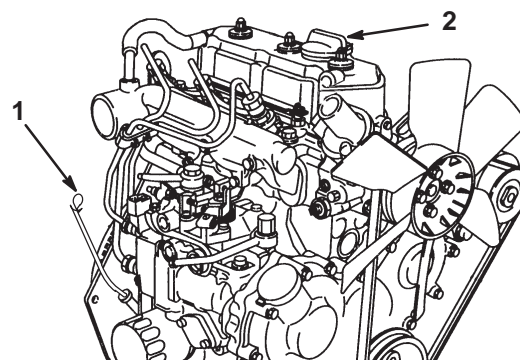

Figure 17
2. Retirez la jauge et essuyez-la sur un chiffon propre (Fig. 17). Insérez la jauge tout au fond du tube. Sortez la jauge du tube et vérifiez le niveau d'huile. Si le niveau est trop bas, retirez le bouchon de remplissage du couvre-culasse et versez **lentement** juste assez d'huile pour amener le niveau au repère maximum de la jauge. Versez l'huile lentement et vérifiez souvent le niveau durant la procédure. **Ne remplissez pas excessivement.**